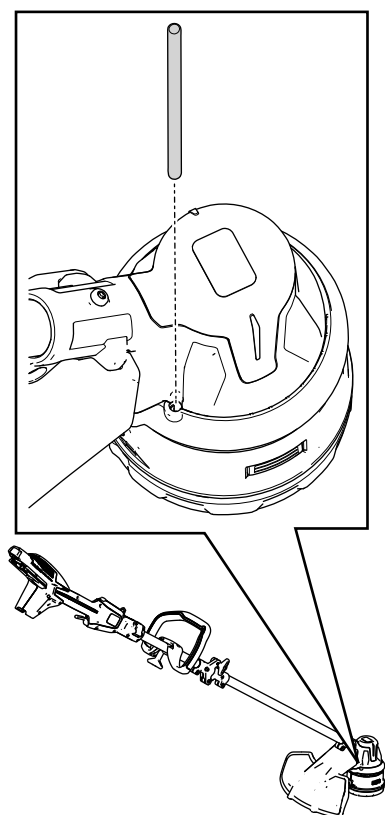

Figura 18
2. Introduzca una herramienta de pequeño diámetro (por ejemplo, un destornillador) a través de la carcasa del motor y en la ranura del ventilador para bloquear el cabezal de la desbrozadora para que no pueda girar libremente (Figura 18).